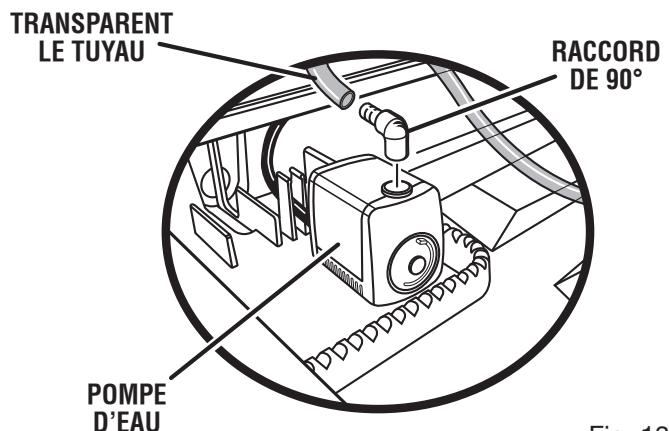

Fig. 13
Voir les figures 13 et 14.
- Positionner la pompe tel qu'indiqué à la figure 13, en plaçant l'extrémité pour tuyau flexible du raccord face à l'arrière du plateau.